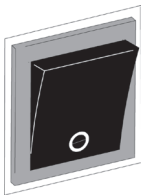

Abb. 1
1. Überprüfen, ob der Ein/Aus / Funktionswahlschalter auf OFF steht (Abb. 1).